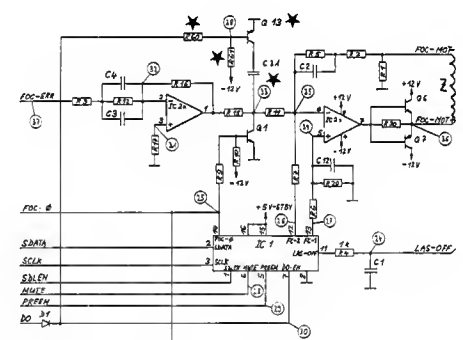

Fig. 3.3 ★Entfallen bei 1.769.315
- Der Umbau von 1.769.310 auf 1.769.315 wird generell empfohlen; zu diesem Zweck braucht lediglich der Kondensator C 31 ausgelotet zu werden (Fig. 3.3).